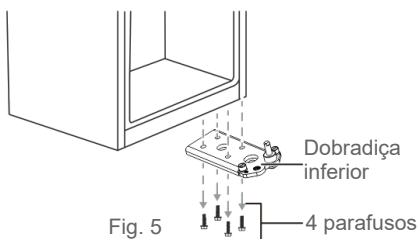

Fig. 5
5. Remova a dobradiça inferior, após retirar os quatro parafusos da mesma (→ Fig. 5).